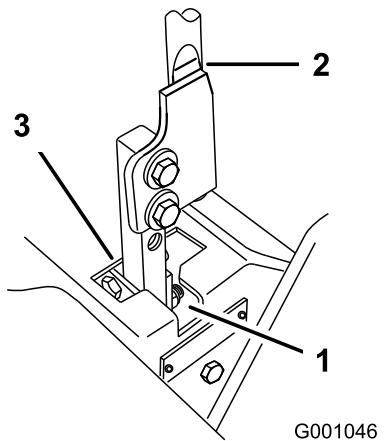

Figure 57
5. Placez le levier au point mort, sans le verrouiller (Figure 57).
6. Tirez-le ensuite en arrière jusqu'à ce que l'axe de chape (situé sur le bras au-dessous de l'axe de pivot) touche l'extrémité de la fente (c.-à-d. commence juste à appuyer sur le ressort) (Figure 57).
7. Vérifiez la position du levier par rapport au cran de la console (Figure 57). Il doit être centré de façon à